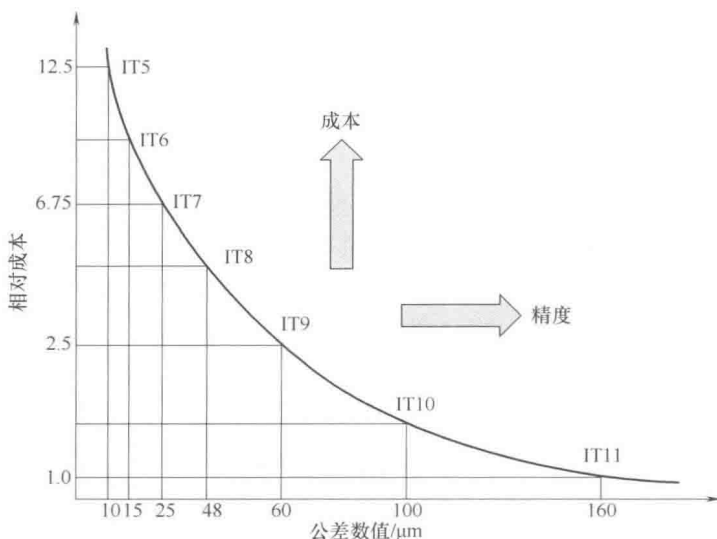

图 3-127 标准公差等级和投入成本的关系
① 经济原则，在满足使用性能的前提下，尽量选择较低的标准公差等级。一般配合用 IT5 ~ IT10，标准公差等级和投入成本的关系如图 3-127 所示。
② 工艺原则，即相互结合的零件，其加工难易程度应基本相当。公称尺寸 $\leq 500\text{mm}$ ，当标准公差等级在 IT8 以上时，推荐孔比轴低一级，如 K7/h6；当公差等级在 IT8 以下时，推荐孔与轴同级，如 H9/h9、D9/h9；IT8 属于临界值，IT8 级的孔可与同级的轴配合，也可以与高一级的轴配合，如 H8/f8、H8/k7。当公称尺寸 $> 500\text{mm}$ 时，一般采用孔轴同级配合。